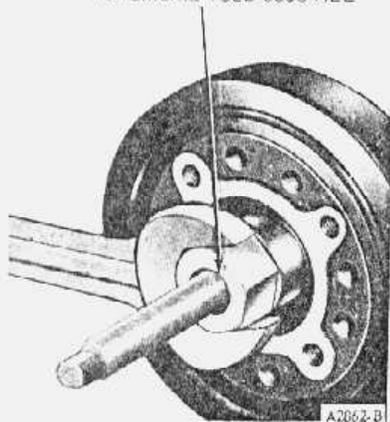

fig. 21 — instalação do amortecedor de vibrações
12. Alinhar o rasgo para chaveta do amortecedor de vibrações com a chaveta da árvore de manivelas. Instalar o amortecedor de vibrações na árvore de manivelas (fig. 21). Instalar o parafuso e a arruela de retenção. Apertar o parafuso com o torque especificado. Instalar a polia da árvore de manivelas.